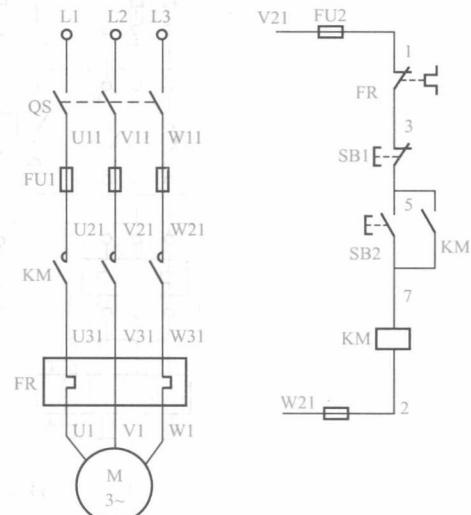

图 1-4 接触器直接起动电路
2) 图例。如图 1-4 所示, 为接触器直接起动电路。
3) 图例说明。在接触器直接起动电路中, 当合上隔离开关 QS 后, 按下起动按钮 SB₂ 时, 接触器 KM 的线圈得电, 它的动合主触点闭合, 使电动机得电运转; 另一个辅助触点闭合, 进行自锁。当按下停止按钮 SB₁ 或热继电器 FR 动作时, 接触器 KM 线圈失电, 动合主触点断开, 电动机停止运转。由此可见, 图 1-4 表示了电动机的操作控制原理。